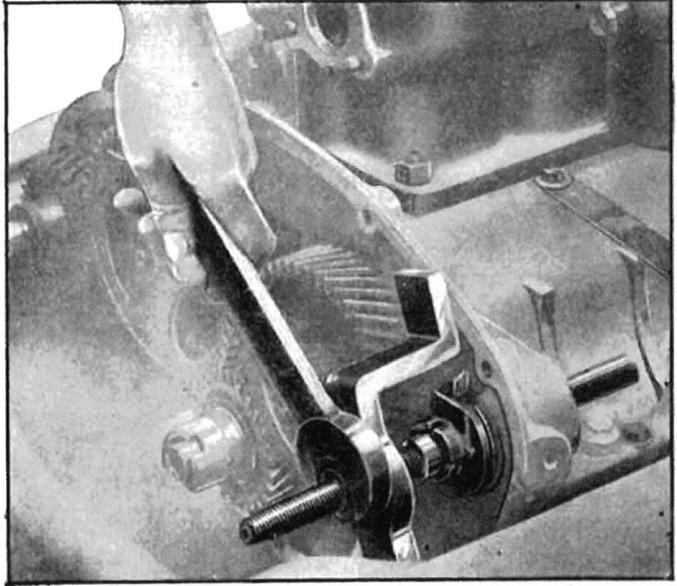

Fig. 87. — Arrache-bague de commande de dynamo en place pour le démontage de la bague.
- 8—S'il s'agit d'un moteur type A ou II, dévisser la vis pointeau fixant la bague et enlever cette bague avec l'arrache-bague spécial (fig. 87).